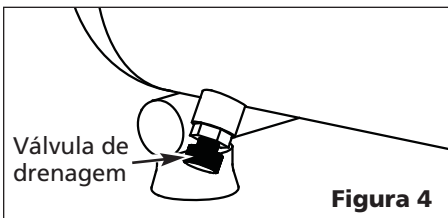

Figura 4
2. Com o compressor desligado e toda a pressão liberada, drene a umidade do tanque abrindo a válvula de drenagem localizada na parte inferior do tanque (veja figura 4).